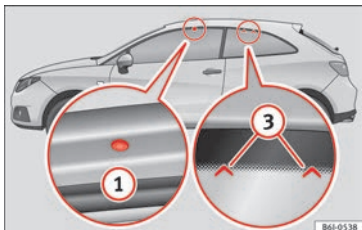

Fig. 151 Modelo IBIZA SC: puntos de fijación de las barras longitudinales para el portaequipajes del techo.
Los puntos de fijación delanteros ① sólo se pueden ver con las puertas abiertas; los puntos de fijación traseros ③ están marcados en el borde superior del cristal lateral con puntas de flecha » fig. 151.